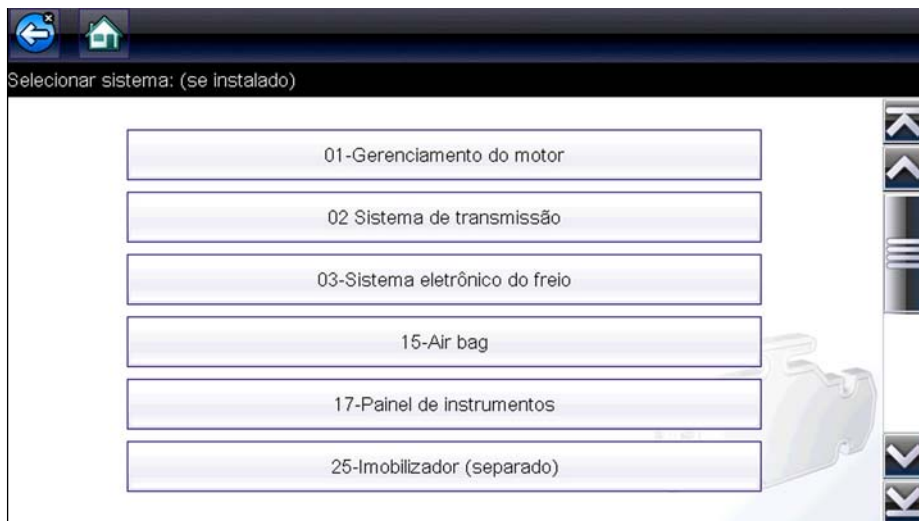

Figura 5-3 Amostra Lista de sistemas disponíveis
5. Selecione um sistema da lista para continuar (Figura 5-3).